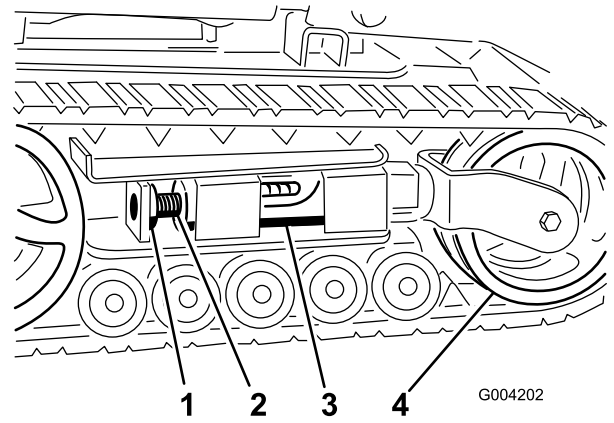
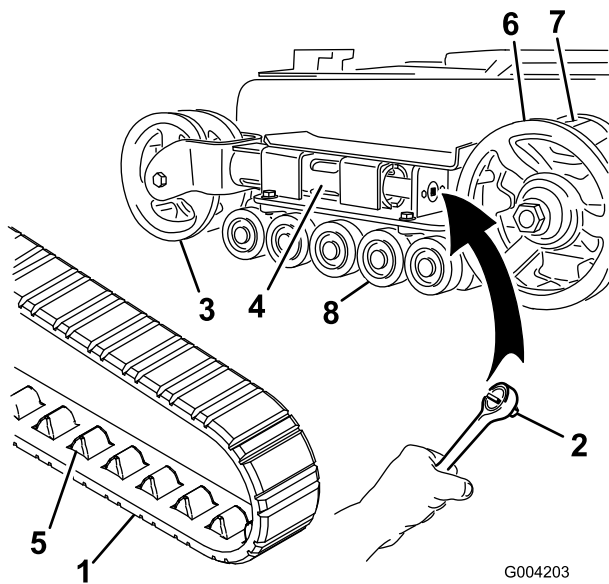
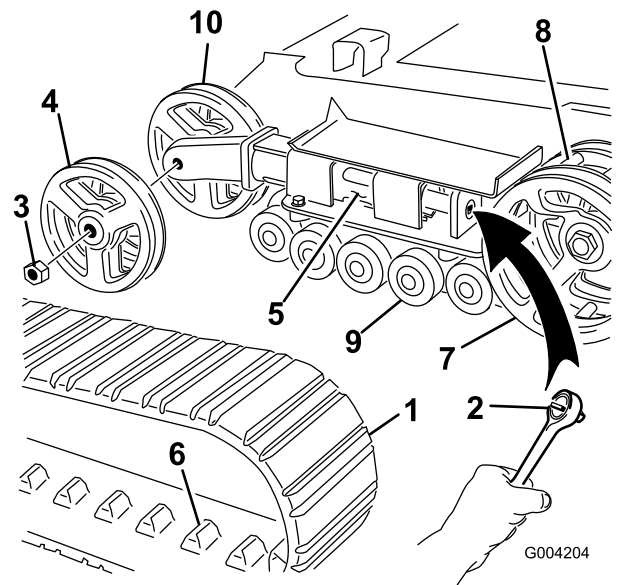

Figure 47
Figure 48
Figure 49
4. Enlevez le boulon et l'écrou de blocage (Figure 47).
6. Alignez l'encoche la plus proche dans la vis de tension avec le trou du boulon de blocage, et fixez la vis avec le boulon et l'écrou de blocage (Figure 47).
Remarque: Les chenilles sont de type étroit si les roues de tension avant sont montées à l'intérieur d'une chape au bout du tube de tension (Figure 48).
5. À l'aide d'un rochet de 1/2", tournez la vis de tension dans le sens horaire pour détendre la transmission (Figure 47 et Figure 48).
6. Poussez la roue de tension vers l'arrière de la machine pour appuyer le tube de tension contre le cadre (Figure 48).
8. Lorsque la chenille est déchaussée, retirez-la du pignon d'entraînement et des galets de roulement (Figure 48).
9. Pour installer la chenille neuve, commencez par l'enrouler autour du pignon, en veillant à ce que les crampons s'engagent correctement entre les dents du pignon (Figure 48).
10. Poussez la chenille sous et entre les galets de roulement (Figure 48).
Remarque: Les chenilles sont de type large si les roues de tension avant sont montées sur les côtés au bout du tube de tension (Figure 49).
5. À l'aide d'un rochet de 1/2", tournez la vis de tension dans le sens horaire pour détendre la transmission (Figure 47 et Figure 49).
6. Poussez la roue de tension vers l'arrière de la machine pour appuyer le tube de tension contre le cadre (Figure 49).
7. Retirez l'écrou de fixation de la roue de tension extérieure et déposez la roue (Figure 49).
8. Déposez la chenille (Figure 49).
9. Retirez l'écrou de fixation de la roue de tension intérieure et déposez la roue (Figure 49).
13. Posez la roue de tension intérieure et fixez-la avec l'écrou retiré précédemment (Figure 49).
15. Posez la chenille neuve en prenant soin que les crampons s'engagent entre les dents au centre du pignon (Figure 49).
16. Posez la roue de tension extérieure et fixez-la avec l'écrou retiré précédemment (Figure 49).
6. Placez le chapeau de galet de roulement sur la tête du boulon (Figure 48).
7. Fixez le chapeau avec le circlip (Figure 48).